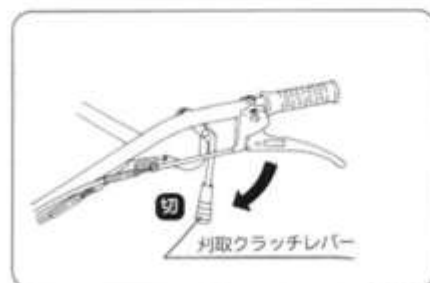

図25
- ② 刈取クラッチレバーを【切】位置にするとハンマーローターの回転が停止します。(図25)